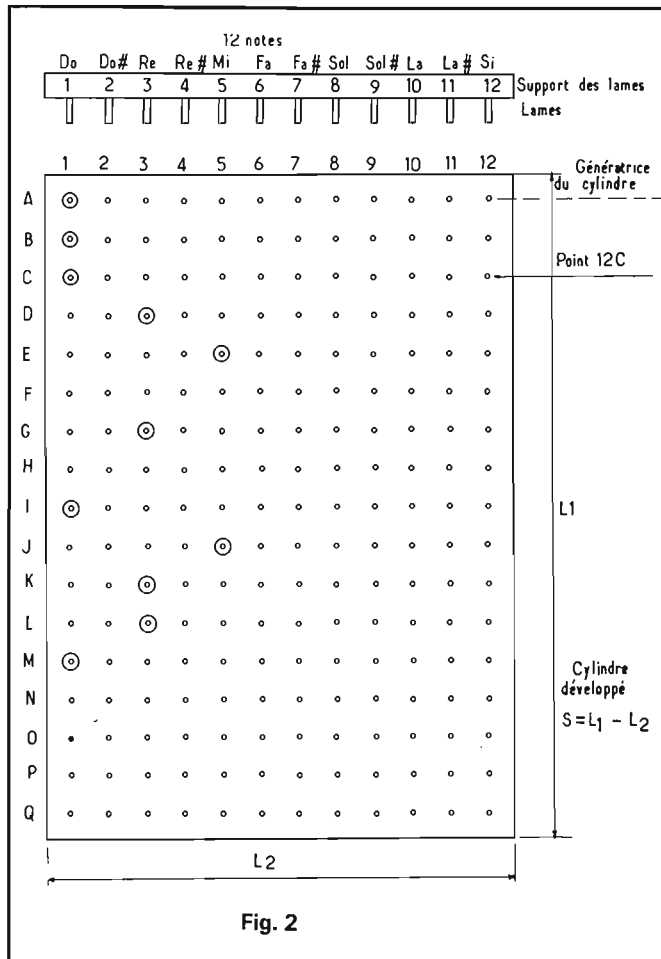

Fig. 2
Chaque tête magnétique est raccordée à l'entrée d'un circuit intégré FA 6013D remplissant la fonction de préamplificateur de lecture. Ce circuit est constitué (fig. 2) par deux transistors montés en liaison continue et contre réactionnés par un réseau extérieur disposé entre émetteur du premier étage (2) et collecteur du second (6).
Voici à la figure 2, un dessin du cylindre développé. Cette surface se présente sous la forme d'un rectangle, long de L_1 cm et large de L_2 cm, L_2 étant évidemment la hauteur du cylindre et :
avec D - diamètre de la base du cylindre (voir figure 2). En adoptant de grandes dimensions, par exemple, $L_1 = 17$ cm et $L_2 = 12$ cm, on pourra, avec des espacements de 1 cm, prévoir 17 ran-
Si les lames vibrantes sont les douze notes DO, DO dièse... SI, on devra planter les pointes comme indiqué sur la figure 2 : les trois DO courts en A1, B1 et C1. Le RÉ court en D3, le MI long en
Les choses commencent par conséquent à se compliquer, mais on obtiendra sans aucun doute, des résultats plus intéressants au point de vue qualité des sons. Reportons-nous à la figure 2. Il est clair que chaque fois qu'une pointe touche une lame, il y a un contact électrique possible si les deux éléments en présence sont en métal ce qui peut être toujours le cas.